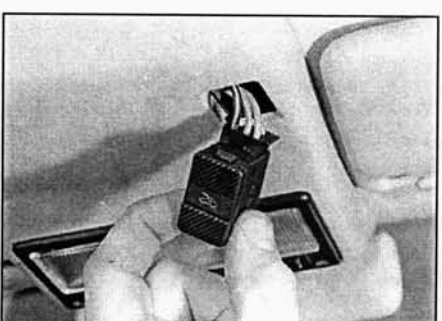

Рис. 6.11. Снятие выключателя управления люком (ранние модели)
- 11 Маленькой отверткой подцепите и выньте выключатель из панели люка и отсоедините от него электрический разъем (рис. 6.11).